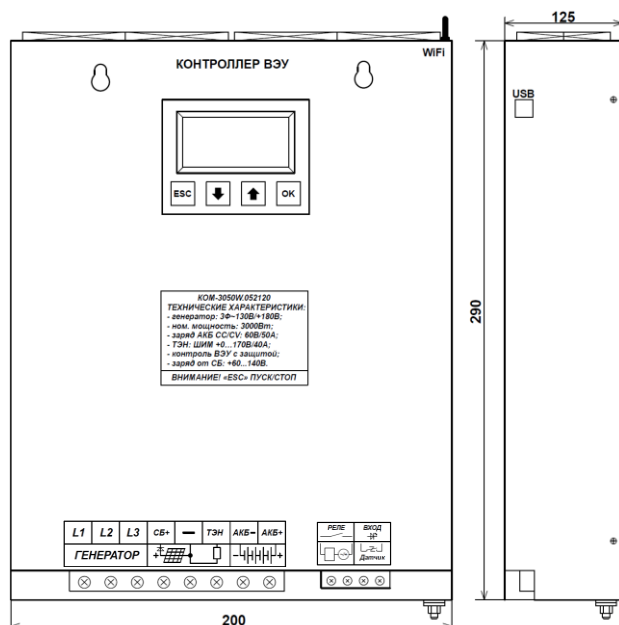

Рисунок 5.1. Общий вид КОМ.
7.4. Электрический монтаж подводящих силовых кабелей к клеммной колодке выполняется снаружи корпуса КОМ (Рис. 5.1). Рекомендуется выполнить монтаж с применением силовых выключателей или предохранителей: